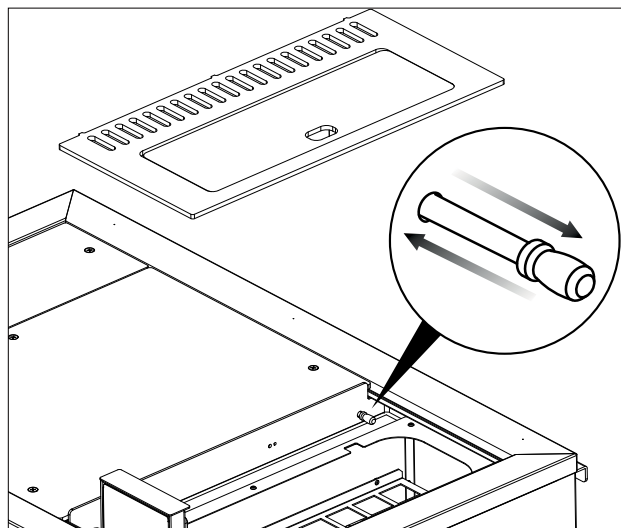

Fig. 4
1. abrir la tapa del depósito de pellet y extraerla de su sede al mismo tiempo que el plano que la contiene (fig. 4)
2. accionar más veces la palanca que permite el desplazamiento del rascador (fig. 4)